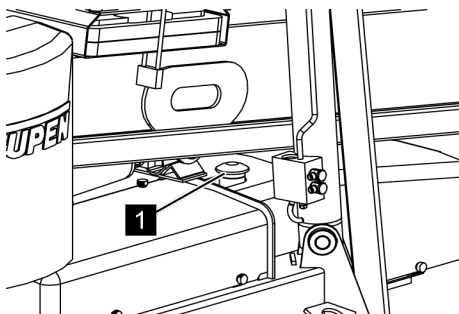

Fig. 104: Dévisser le bouchon
4. ↪ Dévisser le bouchon (Voir la Fig. 104/1) du réservoir d'huile hydraulique.